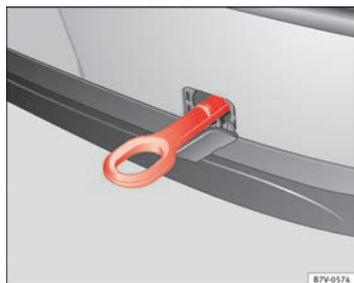

Fig. 221 En el parachoques trasero, en el lado derecho: Argolla de remolque enroscada.
El alojamiento para la argolla de remolque enroscable se encuentra en la parte derecha del paragolpes trasero ⇒ fig. 221. En vehículos con dispositivo de remolque montado de fábrica, detrás de la cubierta no se encuentra ningún alojamiento para enroscar la argolla de remolque. Para remolcar, montar y utilizar la rótula ⇒ página 245, ⇒ ⑩.